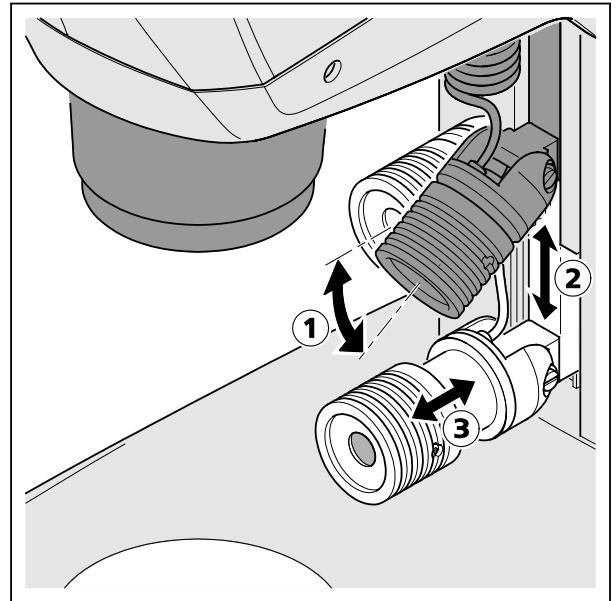

Fig. 21 Réglage du spot
- Appliquez le spot sur le rail et glissez-le à la hauteur désirée (Fig. 21/2).
- Articulez le spot de façon à lui donner l'angle (Fig. 21/1) qui permettra d'obtenir le meilleur éclairage de l'objet.
- En faisant coulisser le dispositif de focalisation (Fig. 21/3) en direction axiale, vous réglez la taille et la luminosité de la surface éclairée.